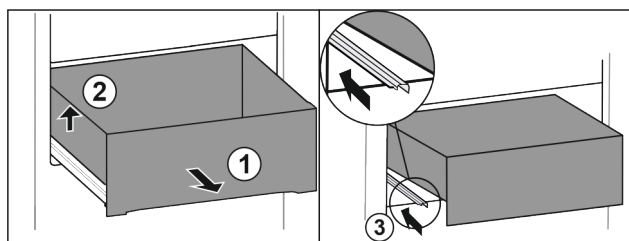

Fig. 184
- Tërhiqni sirtarin jashtë deri në fund. Fig. 184 (1)
- Ngrini lart sirtarin majtas. Fig. 184 (2)
- Shtyni brenda shinën e majtë. Fig. 184 (3)